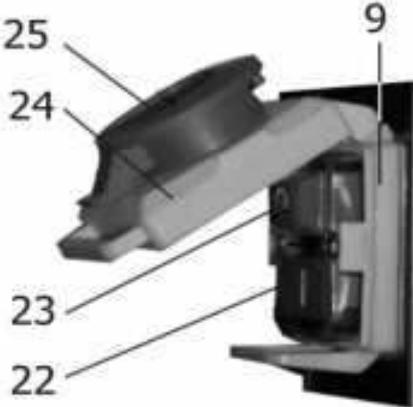

Рис. 6
- 10.3. Станок оснащен магнитным пускателем, предотвращающим самопроизвольное включение после отключения питания. Магнитный пускатель (9), Рис.6, закрыт защитной крышкой (24) и заблокирован кнопкой (25), предотвращающей самопроизвольный пуск станка после нажатия на кнопку (25), Рис.6. При закрытой крышке (24) станок автоматически отключается от питания; станок можно включить только после открытия крышки (24) и нажатия зеленой кнопки (22). Отключение станка производится нажатием на красную кнопку (23), Рис.6. В случае необходимости экстренного отключения станка, нажмите красную кнопку (25), в результате чего произойдет отключение питания станка, Рис.6.
10.4. При открытии крышки (33) кожуха ременной передачи (11), Рис.8, станок должен отключиться. Повторное включение станка возможно после закрытия крышки (33) кожуха ременной передачи (11), Рис.8, и вторичного нажатия на зеленую кнопку (22), Рис.6 (см. п.10.3).